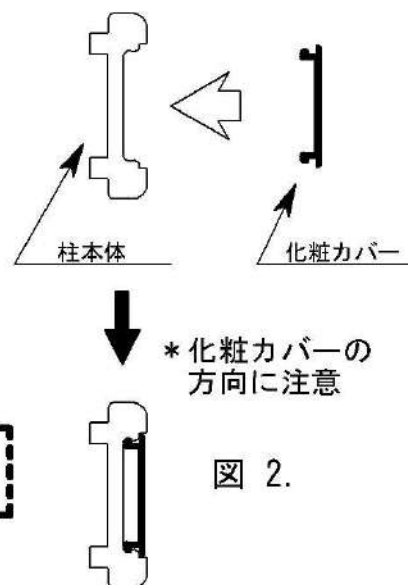

図 2.
4. ビス止め完了後付属の化粧カバーを取付けて完了。(図2.)